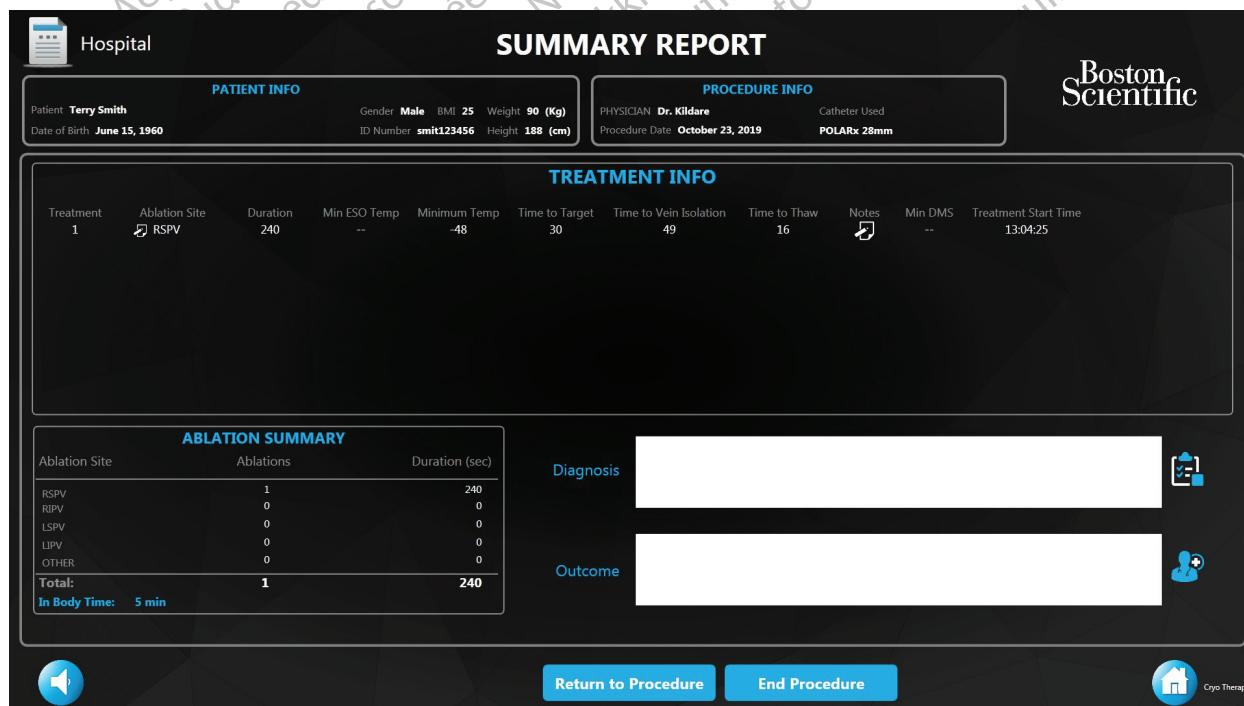

Figura 28. Pantalla Summary Report (Informe de resumen)
7. Presione el botón **Summary Report** (Informe de resumen) en la pantalla Treatment Records (Registros de tratamiento) para visualizar el resumen de todos los tratamientos del caso seleccionado (Figura 28).